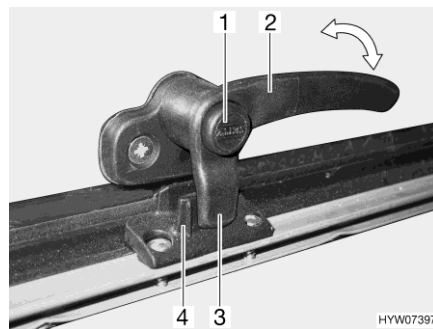
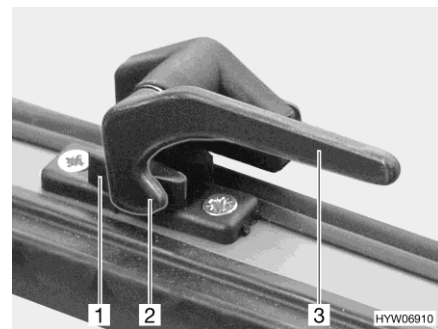

Fig. 69 Levier de verrouillage avec bouton de sécurité en position "Fermé"
Fig. 70 Levier de verrouillage en position "Fermé"
- S'il existe, appuyer sur le bouton de sécurité (Fig. 69,1) et le maintenir enfoncé.
- Tourner le levier de verrouillage (Fig. 69,2 ou Fig. 70,3) d'un quart de tour vers le centre de la fenêtre.
- Tourner le levier de verrouillage (Fig. 69,2 ou Fig. 70,3) d'un quart de tour vers le cadre de la fenêtre.
Le tenon de verrouillage (Fig. 69,3 ou Fig. 70,2) du levier de verrouillage repose complètement sur le côté intérieur du verrouillage de fenêtre (Fig. 69,4 ou Fig. 70,1).
- En position "Fermé" (Fig. 69 et Fig. 70)